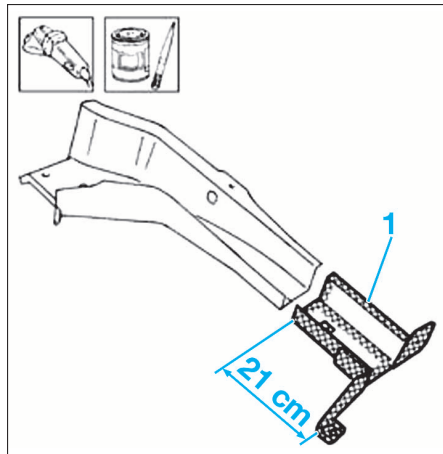

FIG. 35
- Nettoyer les zones (1) (Fig.35) sur le véhicule et sur les pièces neuves.